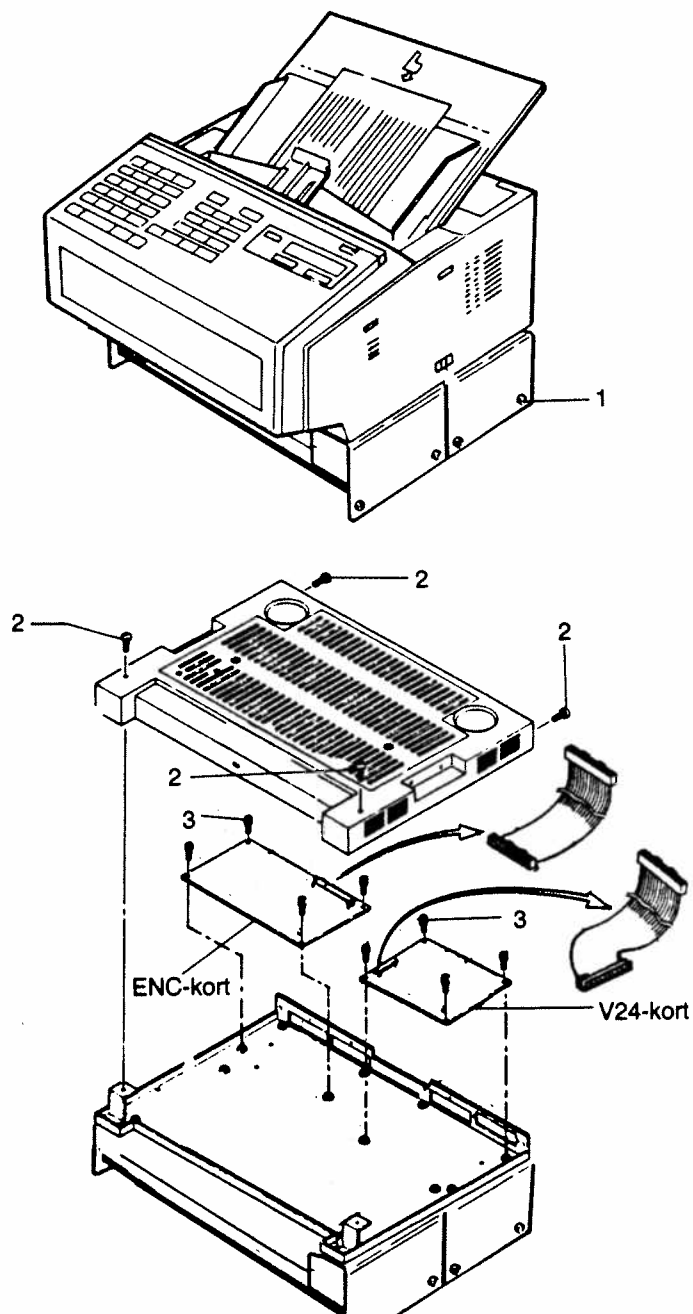

Bild 20. ENC-kort, V24-kort, byte
4. Lossa de åtta skruvarna, pos 1 bild 20.
6. Lossa de fyra skruvarna, pos 2 bild 20, och lyft av locket.
7. Lossa skruvarna pos 3 bild 20, på det kort som skall bytas och ta bort kortet. ENC-kortet har fem fästskruvar V24-kortet fyra. På V24-kortet lossas anslutningskabeln.